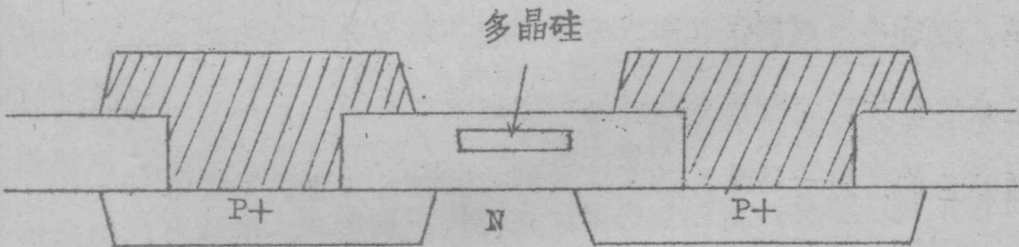

图1-6 硅栅MOS晶体管
• 硅栅MOS器件，其截面如图1-6所示，这种硅栅器件在氧化层内包含一个取代铝栅的多晶硅区。这种硅栅MOS有三个基本优点：可在较低栅极阈值电压作用下导通；可有较大的密度；内部寄生电容较少，可制造较高的器件速度。这种硅栅器件工艺的一个缺点是制造程序比较复杂，需要比金属栅工艺多几个掩蔽工序。